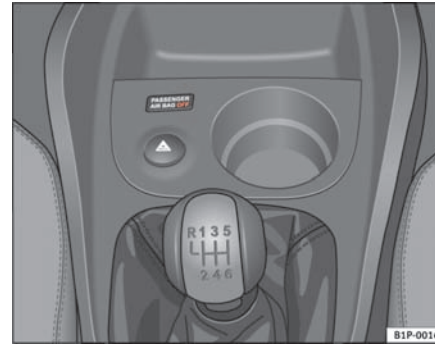

Abb. 26 Kontrollleuchte für Abschaltung der Beifahrerairbags
- Überprüfen Sie, ob bei eingeschalteter Zündung die Kontrollleuchte „PASSENGER AIRBAG OFF“ der Instrumententafel ⇒ Abb. 26 aufleuchtet ⇒ ⚠.
- Überprüfen Sie, ob bei eingeschalteter Zündung die Kontrollleuchte „PASSENGER AIRBAG OFF“ der Instrumententafel ⇒ Seite 46, Abb. 26 nicht leuchtet ⇒ .